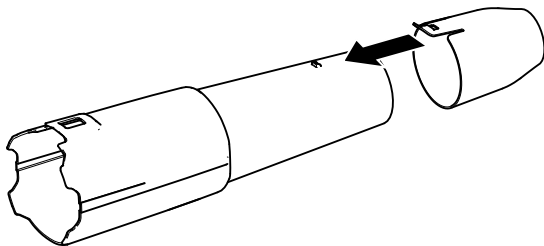

Figure 3
2. Glissez le tube du souffleur sur le carter du souffleur. Vous devrez éventuellement appuyer sur le verrou du tube du souffleur pour le bloquer en position (Figure 3).